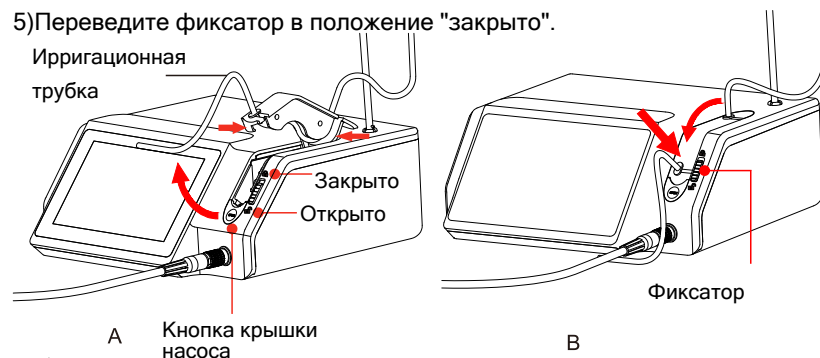

Рис. 7.
- 3) Установите ирригационную трубку в указанном направлении (рис. 7А)